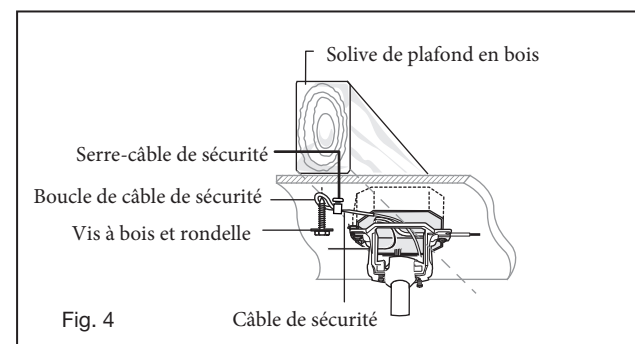

Fig. 4
- 9 Soulevez la boule / tige de suspension / ventilateur dans l'ouverture du support de suspension. **REMARQUE:** la languette opposée à l'ouverture du support de suspension doit s'insérer dans la fente de la boule. (Fig.4)
Un flux d'air VERS LE HAUT déplace l'air plus chaud de la zone du plafond comme illustré à la figure 4. Cela vous permet de régler votre unité de chauffage sur un réglage plus frais sans affecter votre confort.